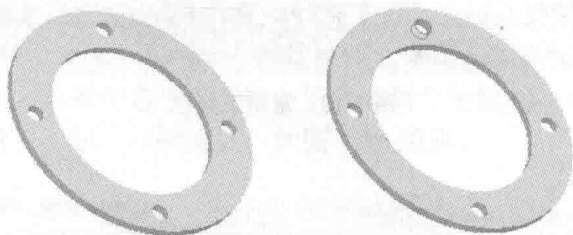

图 1-21 单击鼠标左键
1. 在绘图区中的零件模型上单击鼠标左键选取孔特征，如图 1-21 所示。